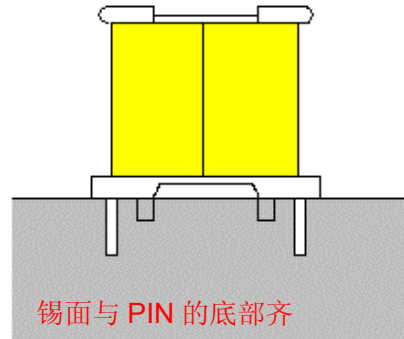

图 6.17
- 1.5 焊锡：立式 Bobbin 镀锡时将脚垂直插入锡槽(卧式 Bobbin 将脚倾斜插入焊锡槽)，镀锡深度以锡面齐 Pin 底部为止。(如图 6.17)